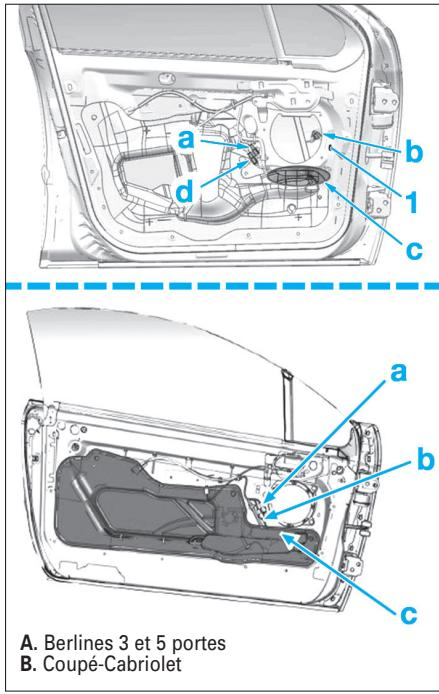

Fig. 82
- Débrancher les connecteurs (b), (d) et (a) (Fig.82).
- Déclipper l'agrafe (1).